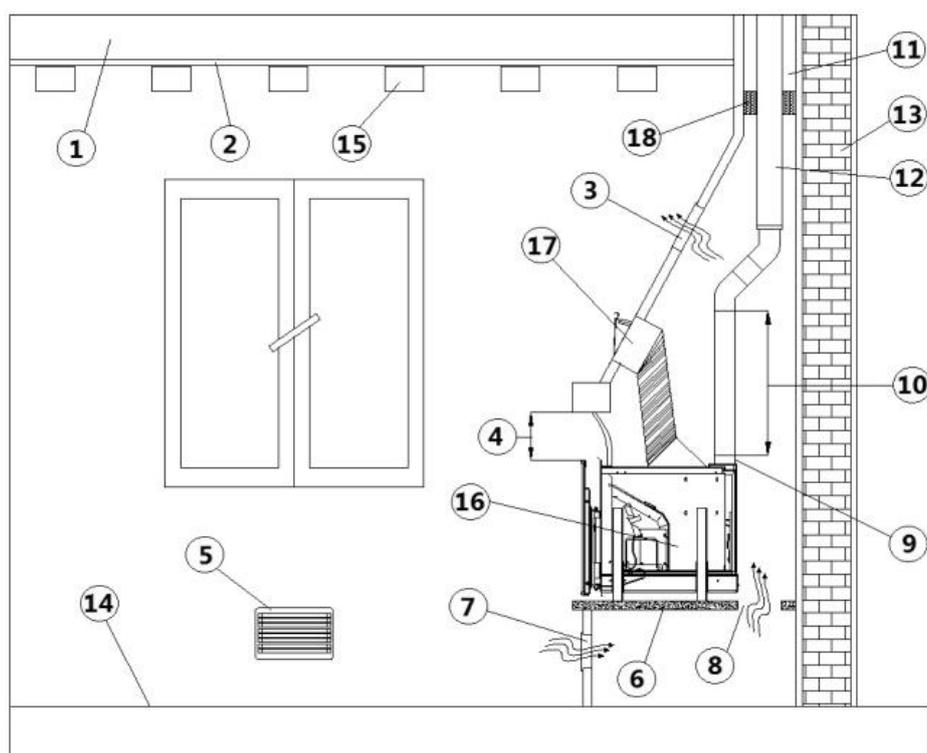

Fig. 32 - Installation sur la cheminée existante
*Vérifier que la sortie de l'air chaude supérieure ne soit pas étranglée selon **Fig. 32**.*
LÉGENDE Fig. 32